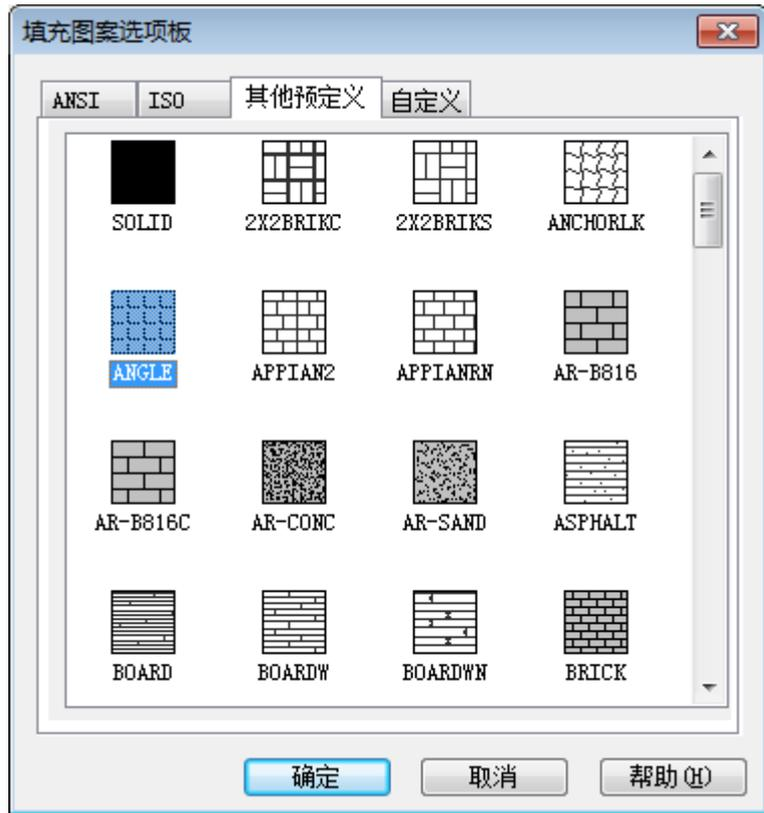

图 6-4 填充图案选项板对话框
**图案：**显示填充图案文件的名称，用来选择填充图案。单击下拉箭头可选择填充图案。也可以点击列表后面的按钮, 开启“填充图案选项板”对话框，通过预览图像，选择需要的图案来进行填充，如图 6-4 所示。